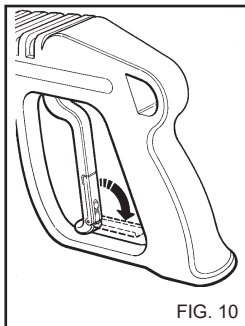

FIG. 10
- Quand l'appareil n'est pas utilisé bloquer le dispositif de sécurité de la poignée (fig. 10)